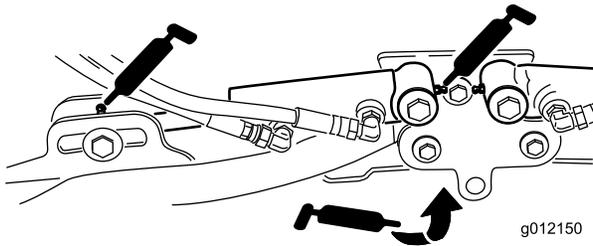

Figura 53
- Cilindros del brazo de elevación de la unidad de corte (2 en cada) (Figura 53)
- Pivotes del brazo de elevación (1 en cada) (Figura 53)